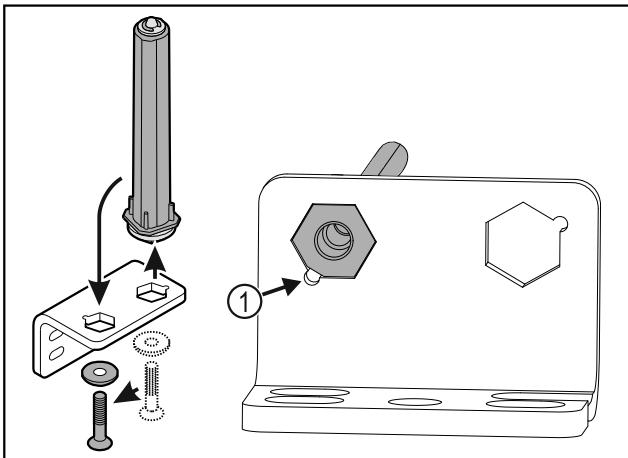

Fig. 25
- Dbajte na to, aby pri nasadzovaní ukazoval úkos čapu Fig. 25 (1) k okrúhlemu otvoru.